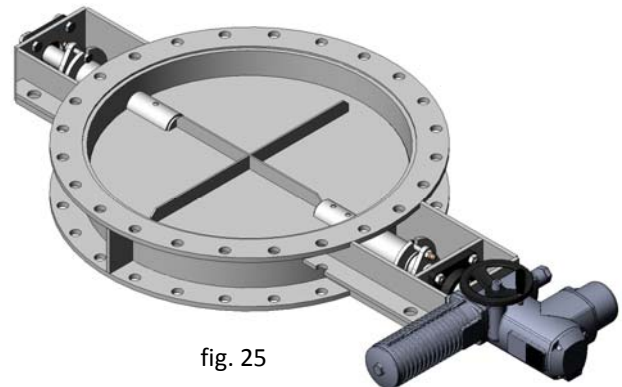

fig. 25
- Electrical actuator (fig. 25)